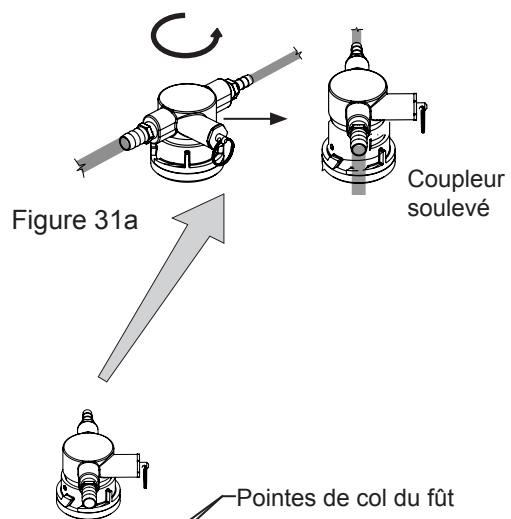

Figure 31a
9. Accrochez le coupleur sur le fût : Vérifiez que le coupleur est en position fermée (voyez la Figure 31a). Alignez les taquets sur le fût avec les ouvertures correspondantes sur le coupleur de fût, et tournez en sens horaire jusqu'à ce que le coupleur stoppe (environ 90°). Appuyez sur le dessus du coupleur et faites-le tourner en sens horaire pour permettre au gaz d'entrer dans le fût.